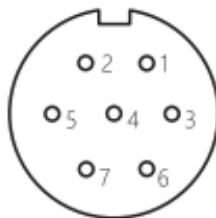
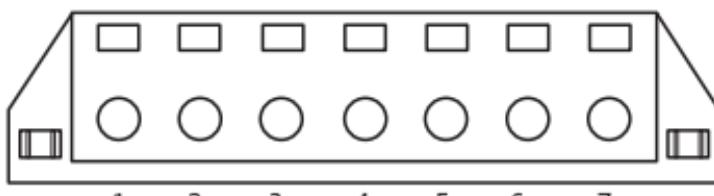

图5 JD1A、JD2A系列调速器接线图
图6 JD6A系列调速器接线图
6.2.3 按图5、图6及表3进行接线，接线完毕后请用电工胶带缠绕电机接线柱。